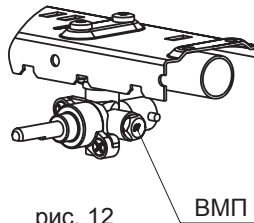
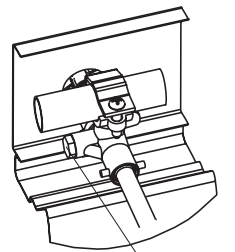

рис. 12
рис. 13
**16.2. Замена винтов малого пламени (ВМП) в кранах горелок стола (рис. 12 для плит NGM441 01, NGM441 02, рис. 13 для плиты NGM441 03):**